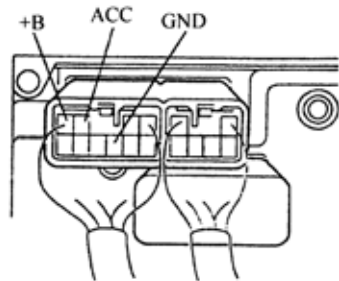

图 9-163
①检查收音机总成（+B、ACC、GND），如图 9-163 所示。
(7)检查收音机总成(+B、ACC、GND)(见图9-163)。
①检查每个工况下端广间的导通情况，其标准应符合表9-64所示要求。
②测量每个工况下端子间的电压，其标准应符合表9-65所示要求。
①检查每个工况下端子间的导通情况，其标准应符合表9-64所示要求。